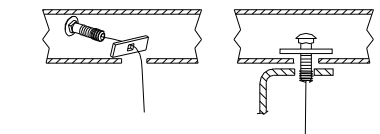

Figure 3.
4. Faire passer la deuxième série d'espaceur et boulon à travers le trou élargi puis revenir vers l'extérieur, comme illustré à la Figure 3. Laisser le fil de tirage lié aux pièces de visserie. Procéder ainsi pour les deux longerons du châssis.